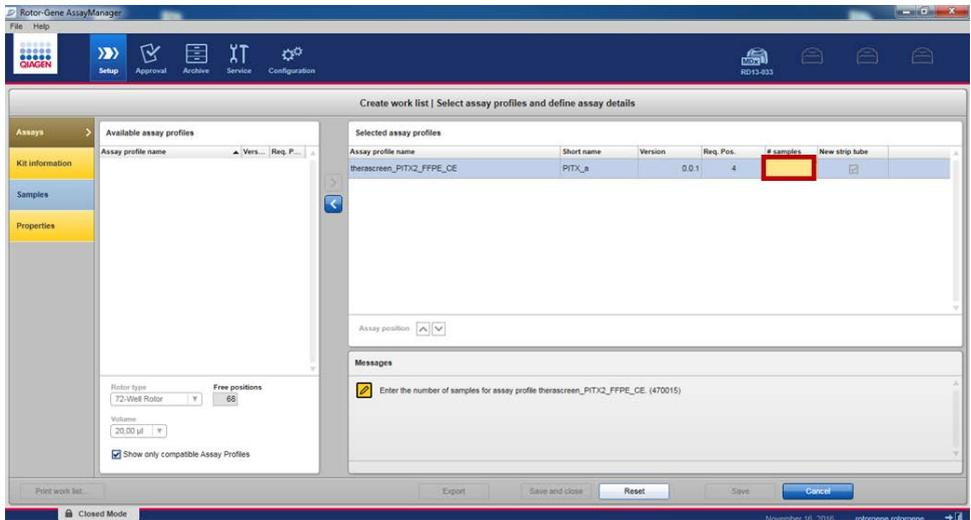

Figure 9. Insérer le nombre d'échantillons.
20. Dans l'onglet « Tests », compléter les champs en jaune : Nombre d'échantillons (jusqu'à 8) en fonction de la configuration de votre plaque (Figure 9).